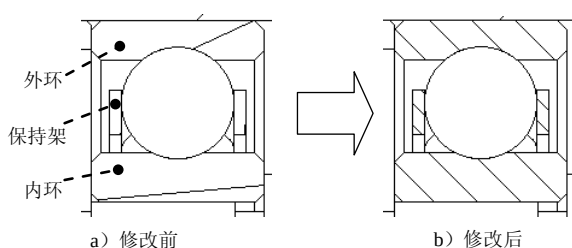

图 3.9.11 修改左侧轴承的剖面线
(9) 修改左侧轴承的剖面线。
① 在菜单中选择 **Pick (拾取)** 命令，在图形区选取图 3.9.11 所示左侧轴承的外环部分，设置剖面线的角度值为 135，剖面线间距值为 1.5。
② 参照上一步骤，在图形区选取图 3.9.11 所示左侧轴承的内环，设置剖面线的角度值为 135，剖面线间距值为 1.5。
③ 参照上一步骤，在图形区选取图 3.9.11 所示左侧轴承的保持架，设置剖面线的角度值为 135，剖面线间距值为 0.7，左侧轴承的剖面线如图 3.9.11b 所示。